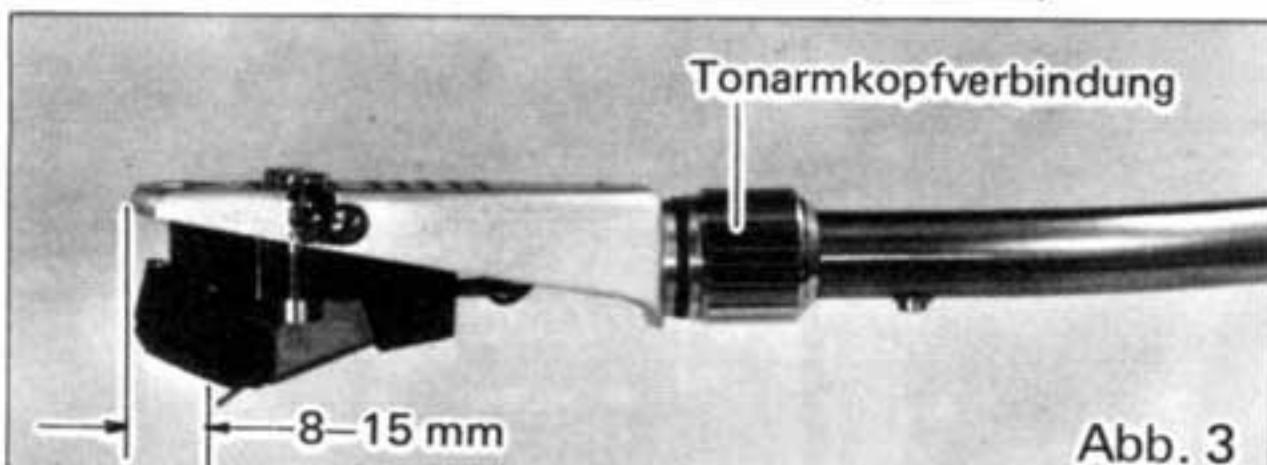

Abb. 3
- Den Tonabnehmer verschieben, bis der Abstand zwischen Vorderkante Tonarmkopf und Abtastnadel ungefähr 8 – 15 mm beträgt; danach die beiden Schrauben festziehen (Abb. 3).